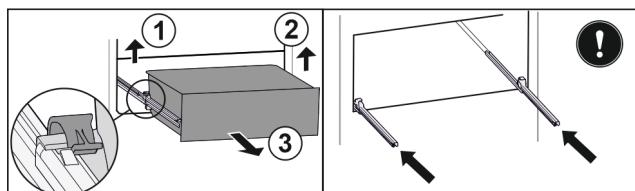

Fig. 104
- ▶ Nadvihnite ľavú svorku a súčasne tiahajte zásuvku vľavo dopredu. Fig. 104 (1)
- ▶ Nadvihnite pravú svorku a súčasne tiahajte zásuvku vpravo dopredu. Fig. 104 (2)
- ▶ Odoberte zásuvku dopredu. Fig. 104 (3)